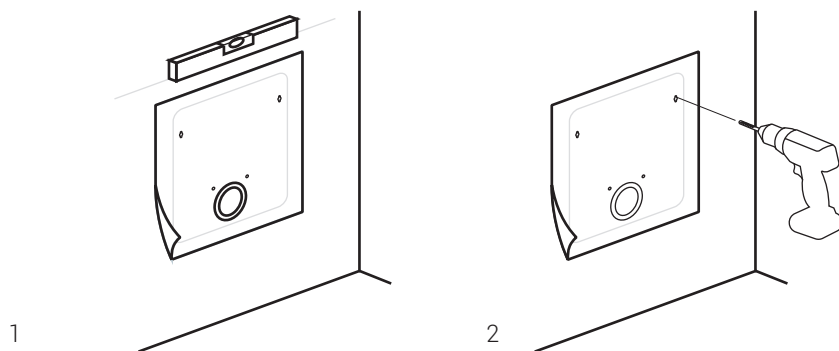

Рисунок 6.3 – Подготовка места для монтажа устройства
5. Совместите отверстие монтажного шаблона с отверстием воздушного канала (используйте строительный уровень для обеспечения горизонтальности (рис. 6.3, поз. 1)). Разметьте места для четырех отверстий под дюбели согласно выбранному типу размещения (рис. 6.3, поз. 2). Просверлите отверстия, ориентируясь на разметку.